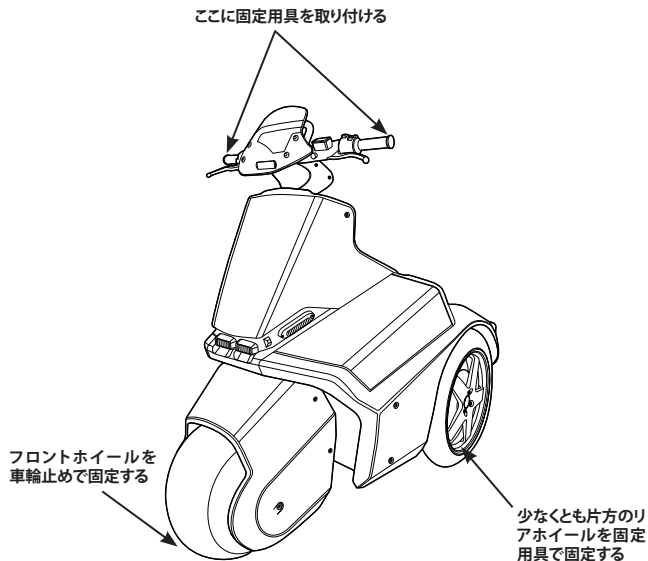

図 46: SE-3 Patroller を輸送用に固定する
4. ハンドルバーの両端とリアホイールの少なくとも片方に固定用具を取り付けます (図 46)。